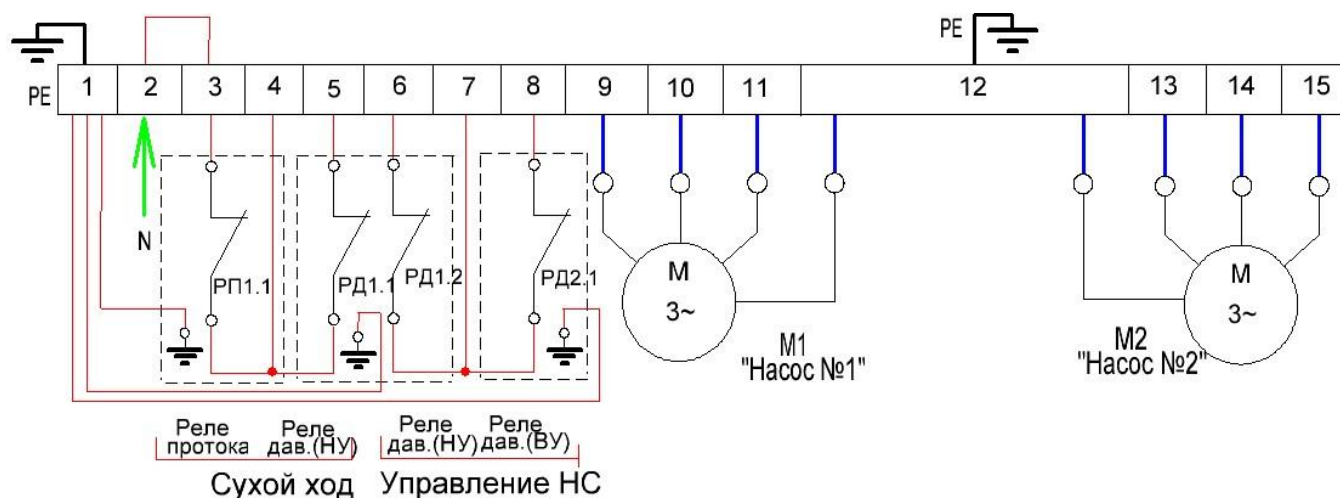

Рис. 4 Обозначение клемм пульта управления.
– Произведите подключение пульта управления к электрической сети согласно обозначениям клемм пульта управления (рис. 4).